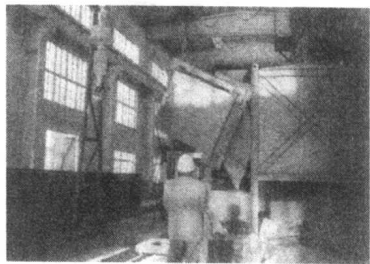

图 1-13 翻箱机
砂处理系统的主要作用:①高温砂降温到  $50^{\circ}\text{C}$  以下。②除去砂中涂料带入的灰尘。③提供连续装箱使用的砂子。④磁选混入砂中的金属物等。本系统包括的主要设备:落砂装置、振动输送机、提升机、砂塔(储砂斗)、输送床、水冷却床、螺旋给料器、雨淋式加砂器等。该系统设备见图 1-13 ~ 图 1-18。